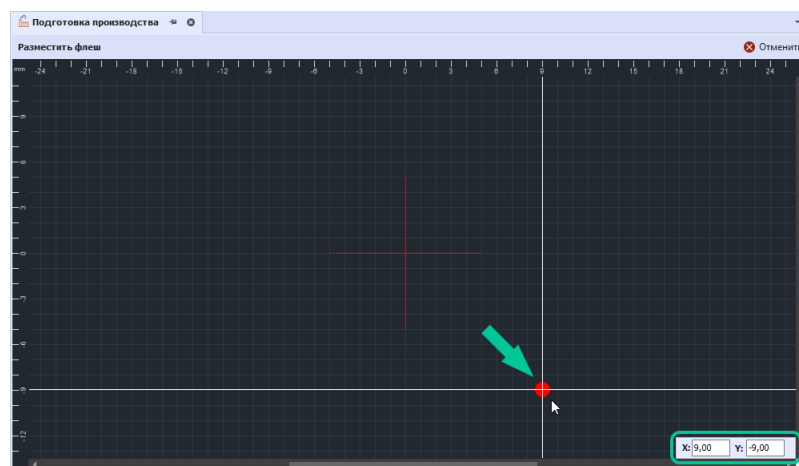

Рис. 169 Ввод координат и перемещение курсора
3. В поля «X» и «Y» введите требуемые координаты. После ввода координат курсор мыши автоматически переместится в заданную позицию, Рис. 169.